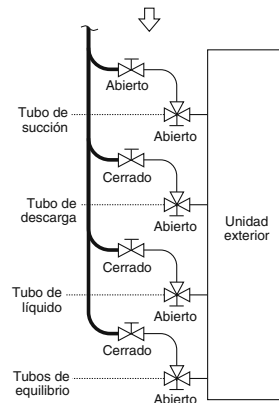

Fig. 6-6
- Si la cantidad de carga de refrigerante adicional no puede cargarse de una vez, cargue el refrigerante restante en forma de líquido utilizando la válvula de servicio del tubo de succión con el sistema en el modo de refrigeración en el momento del funcionamiento de prueba. (Fig. 6-6)